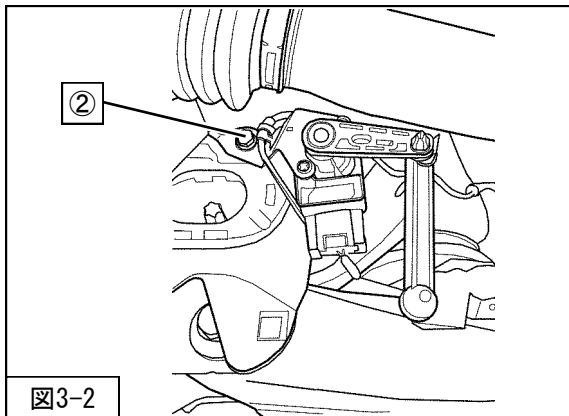

図3-2
3. 木片及びジャッキを使用し、リアサスペンションASSYロアアームNo.2を支持し、②ハイトセンサー取付ボルトを取外してください。(図3-2)